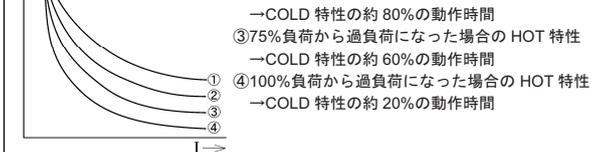

図68 HOT/COLD特性
AGR-31BL (L特性) 形OCRの設定値を表39, 特性を図68~図70に示します。
⑤: ピックアップ電流値とは、OCRが過電流を判定する際のしきい値です。 $[I_n] \times 1.05 < (\text{ピックアップ電流値}) \leq [I_n] \times 1.2$ の範囲内にあり、ピックアップ電流値を超える、OCRは引外しの為の時限の計測を始めます。電流が一旦ピックアップ電流値未満になると、時限の計測は解除されます。
⑥: HOT特性は、ある負荷状態がある程度継続した後、過負荷状態となった時、通常の長限時引外しの特性 (=COLD特性) よりも短い時間で動作する特性です。出荷時は、COLD特性に設定されています。HOT特性への変更方法は、5-3-3-7を参照ください。HOT特性時の負荷状態の記憶は、制御電源喪失時解除されます。HOT/COLD特性の動作時間を図68に示します。
⑦: 短限時引外し機能は、長限時引外し機能に対し、優先動作します。短限時引外しより長限時引外しの時限が小さい領域でも、短限時引外し機能の時限で動作します。
⑧: ⑬-⑭間にDC24Vのゾーンインターロック用制御電源が与えられていないときは、事故電流に対するゾーンインターロック機能は動かず、最大全遮断時間が50ms以下の短限時引外し動作を行います。